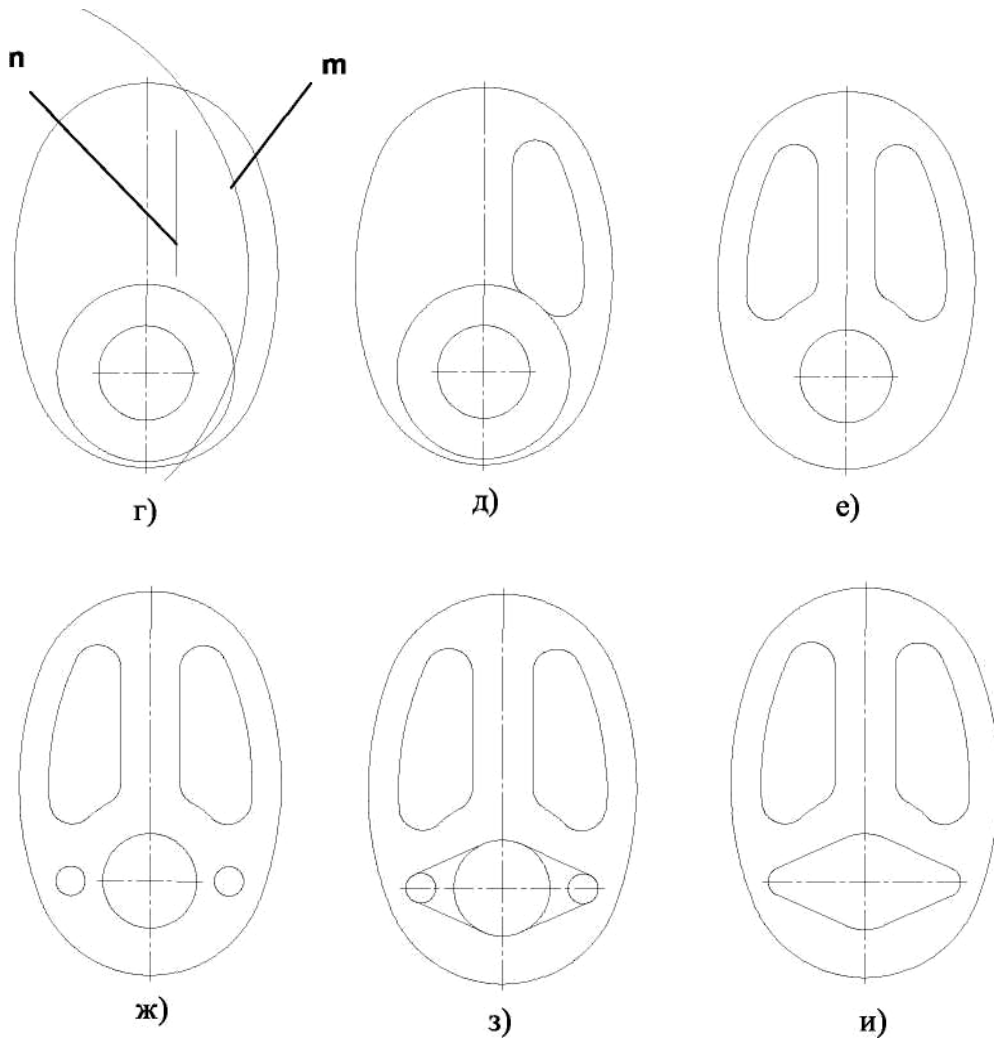

Рис. 2.12 - Последовательность выполнения лабораторной работы
2. Изобразить осевые линии (рис. 2.12 а).
б) щелкнуть по пиктограмме **Отрезок**, задать стиль линии **Осевая**, а затем изобразить осевые линии (рис. 2.12 а). При формировании изображений осевых линий использовать расширенную команду  - **Параллельный отрезок** -
3. Изобразить заданные окружности (рис. 2.12 а). Для точного указания точек использовать объектную привязку **Пересечение**. Для этого щелкнуть на кнопке  - **Установка глобальных привязок** и в открывшемся окне
4. Построить окружности, касательные к заданным окружностям (рис. 2.12 б). Для этого использовать команду  - **Касательная окружность к двум кривым**.
5. Удалить ненужные части окружностей. Использовать команду  - **Усечь кривую** панели **Редактирования** (рис. 2.12 в).
6. Построить дугу окружности **m** на заданном удалении от внешнего контура и прямую **n**, параллельную вертикальной оси симметрии (рис. 2.12 г).
7. Построить сопряжения между прямой **n** и дугой окружности **m**. Для построения сопряжений использовать команду  - **Скругление** (рис. 2.12 д, ж).
8. Построить окружности и касательные к ним. Для построения касательных использовать опцию  - **Отрезок, касательный к двум кривым** (рис. 2.12 з, и).
**Усечь кривую** (рис. 2.12 к).
10. Установить точность размерных надписей - число знаков после запятой 0 (рис. 2.12). Выполнить изображения размеров.